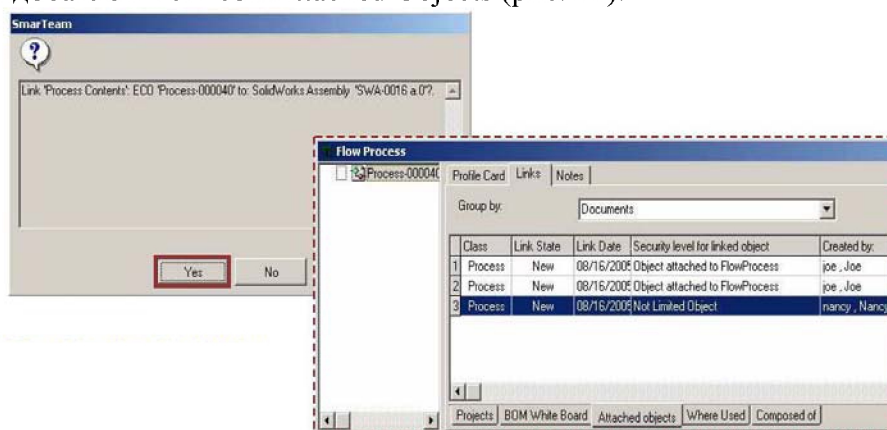

Рис.90
- Объект будет добавлен в список Attached Objects (рис. 90).